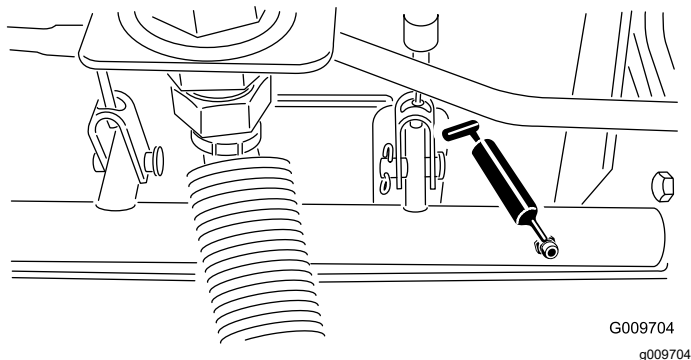

Figure 74
- Roulements d'axes de pivots de freins (5), comme montré à la Figure 74.